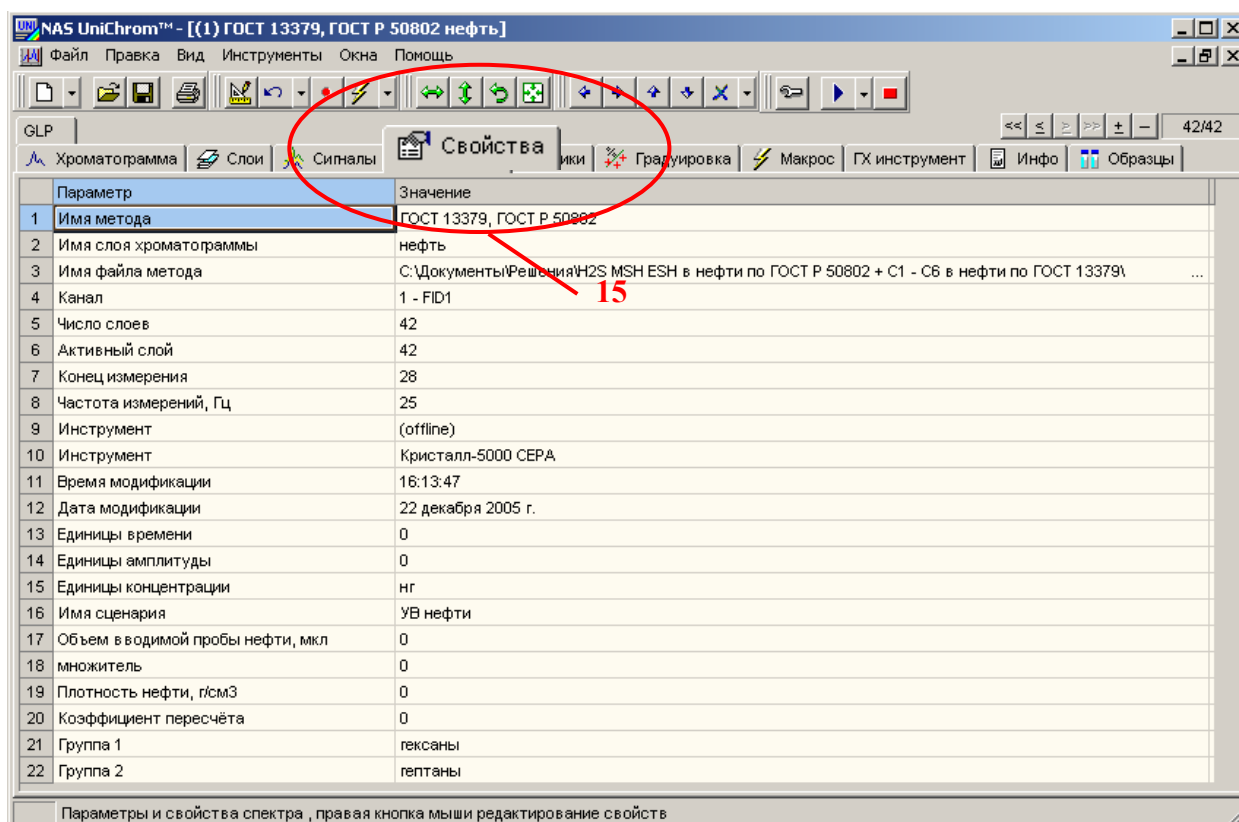

Рис. 27. Страница «Свойства».
15. Перейдите на страницу «Свойства» (Рис. 27)